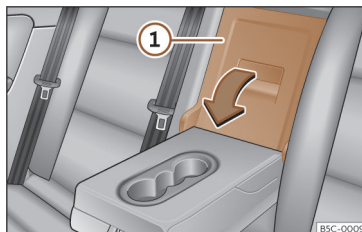

Fig. 169 No encosto do banco traseiro: abertura da tampa.
- Puxe a alavanca de desbloqueio no sentido da seta e rebata completamente a tampa >>> **Fig. 169** ① para a frente.